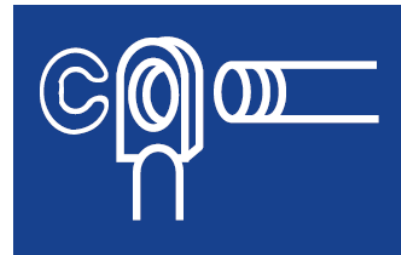

Fig. 6
3. Attacco ad occhiello con clip di ritegno (Fig. 6).